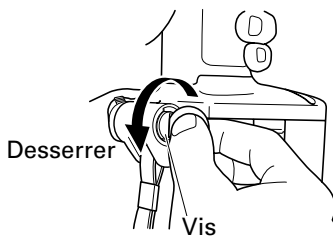

Fig. 6
- (a) Tenir fermement le boîtier de l'outil et retirer la vis à l'aide d'un tournevis pour écrou à fente ou d'une pièce de monnaie. (Fig. 6)